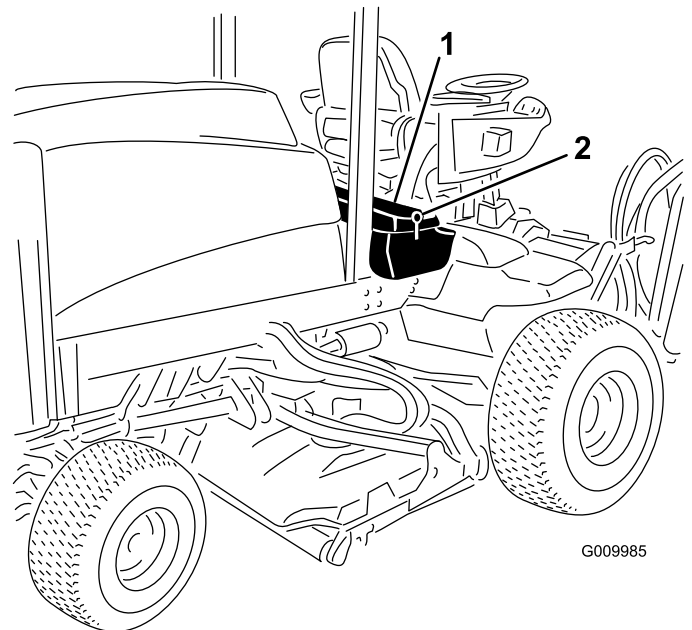

Bild 60
1. Entriegeln und heben Sie die Abdeckung der Bedieneinheit hoch (Bild 60).